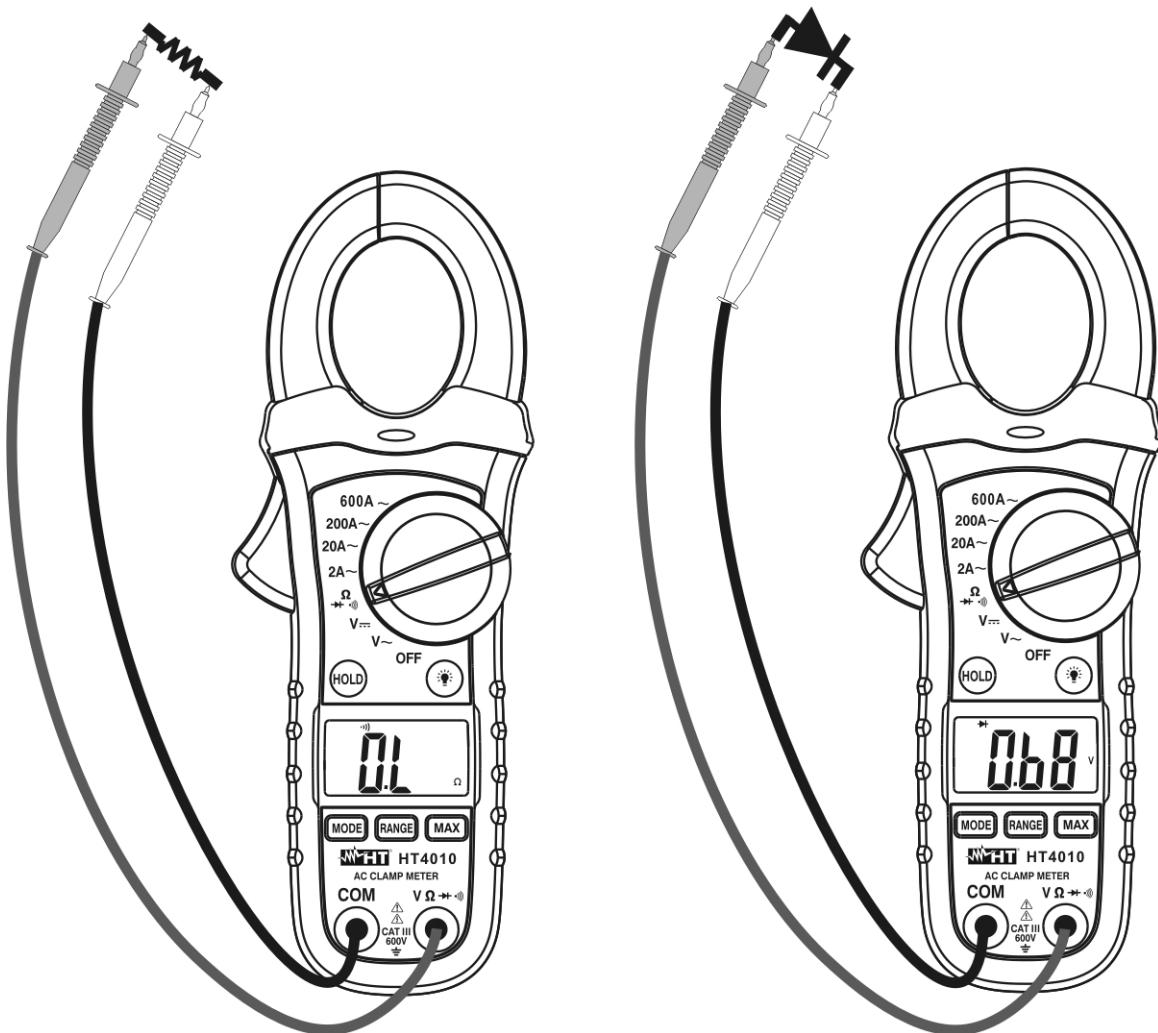

Fig. 6: Uso della pinza per Test Continuità e Prova Diodi
3. Inserire il cavo rosso nel terminale di ingresso **VΩ** e il cavo nero nel terminale di ingresso **COM** ed eseguire il test di continuità sull'oggetto in prova (vedere Fig. 6 – parte sinistra). Il cicalino emette un segnale acustico quando il valore della resistenza misurata è inferiore a circa 150Ω
5. Collegare il puntale rosso all'anodo del diodo e il puntale nero al catodo in caso di misura di polarizzazione diretta (vedere Fig. 6 – parte destra). Invertire la posizione dei puntali in caso di misura di polarizzazione inversa